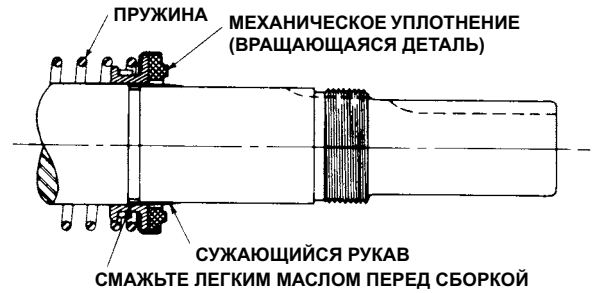

РИСУНОК 11
4. Наденьте на вал сужающийся установочный рукав, см. рис. 11. Этот рукав входит в комплекты запасных механических уплотнителей для моделей G, GG, AS, AK и AL. Промажьте вал ротора, сужающийся установочный рукав и внутренний диаметр механического уплотнения изрядным количеством масла класса SAE 30. Можно использовать вазелин, но не рекомендуется использовать смазку.